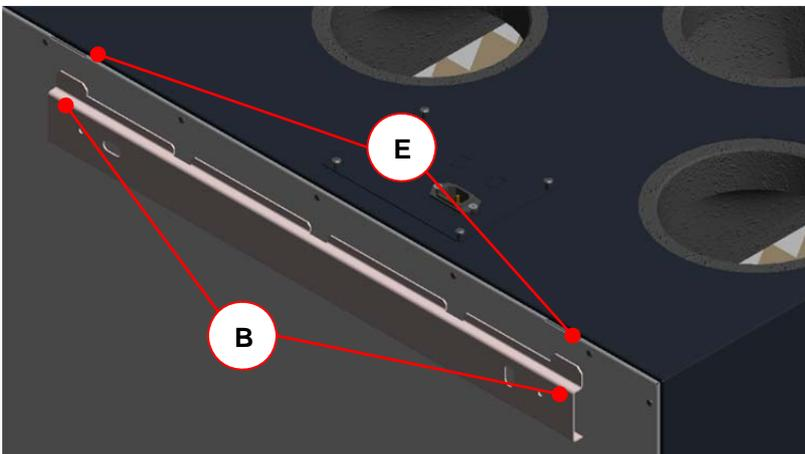

Abb. 22: Einhängen in das Befestigungsblech
6. Setzen Sie das NOVUS so auf den Montage-Sockel, indem die Laschen des Befestigungsbleches in die jeweils unten befindlichen Schlitzöffnungen des Falzes der Geräteückwand einhaken. Siehe hierzu Abb. 22.